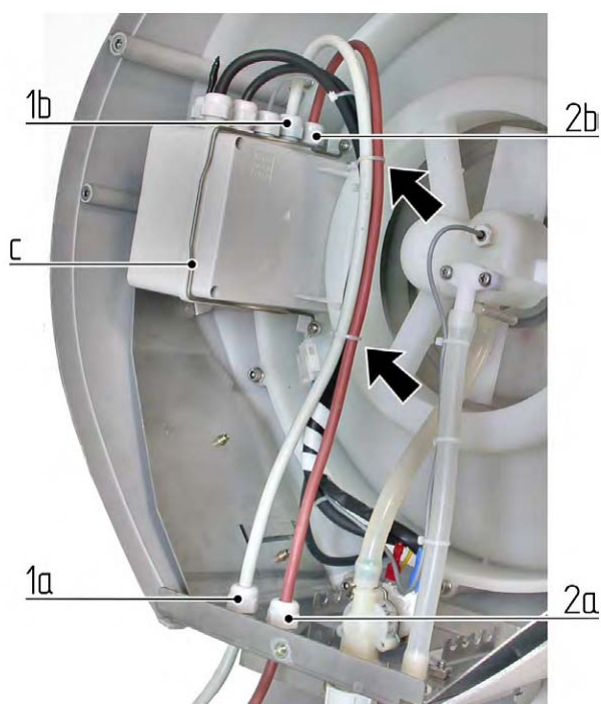

Fig. 15
- Upewnić się, czy wszystkie przewody wewnątrz urządzenia są właściwie poprowadzone, jak pokazano na rys. 15.